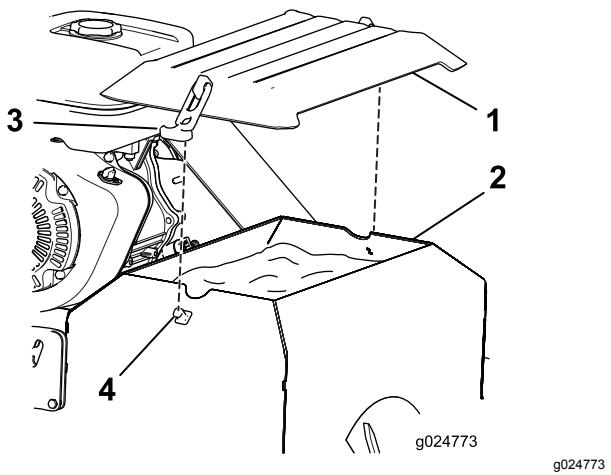

Figura 11
- Para instalar la tapa de las semillas (Figura 11), colóquela sobre la tolva para semillas y sujetela a los enganches en cada lado con los cierres de goma.